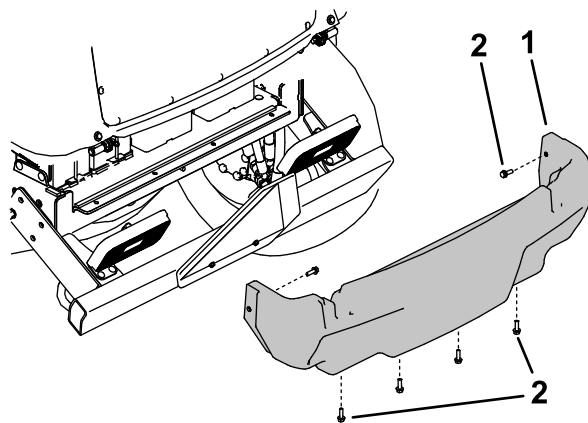

Figura 81
5. Rimuovete le 6 viti flangiate che fissano la copertura posteriore al telaio e rimuovete la copertura posteriore (Figura 81).
4. Montate la copertura posteriore (Figura 81).